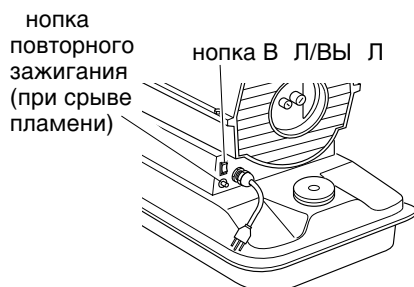

Рис. 5. нопка повторного зажигания для нагревателей мощностью 10 и 20 кВт
После перевода кнопки В Л/ВЫ Л в положение В Л нагреватель должен включиться. Если нагреватель не включается, нажмите кнопку повторного зажигания (при срыве пламени) (см. Рис. 5 и 6).
1. Нажмите кнопку повторного зажигания. См. рис. 5 и 6 на стр. 6